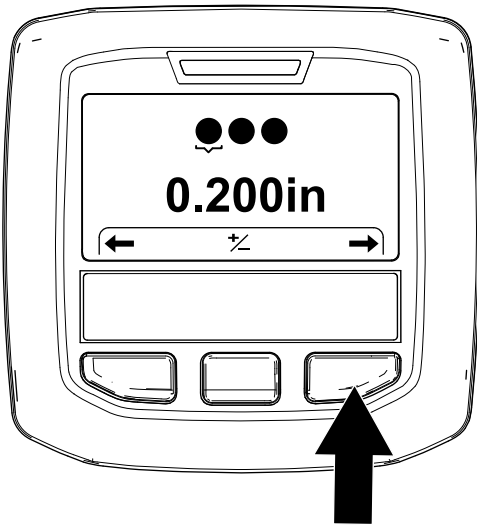

Figura 49
5. Apăsai butonul InfoCenter din dreapta pentru a afia ecranul Setting the Tine Diameter (Setare diametru dințe) (Figura 49).